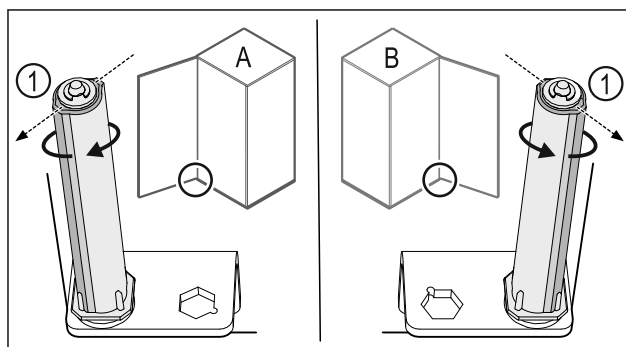

Fig. 36 Links scharnierend (A) / rechts scharnierend (B)
- ▶ Sluitsysteem tegen de weerstand in draaien tot het schot van het sluitsysteem Fig. 36 (1) naar buiten wijst.